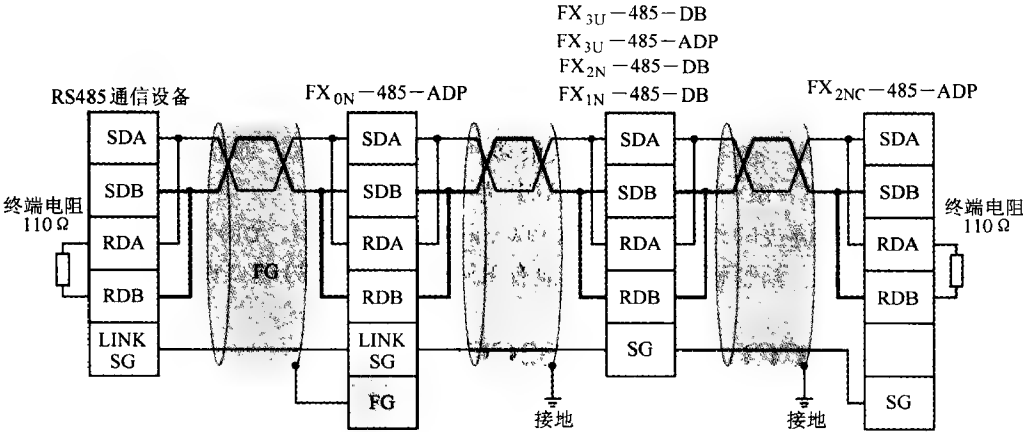

图 5-19 N:N 链接的接线
(1) N:N 链接的接线 N:N 链接的接线方法都采用 1 对线方式，如图 5-19 所示。